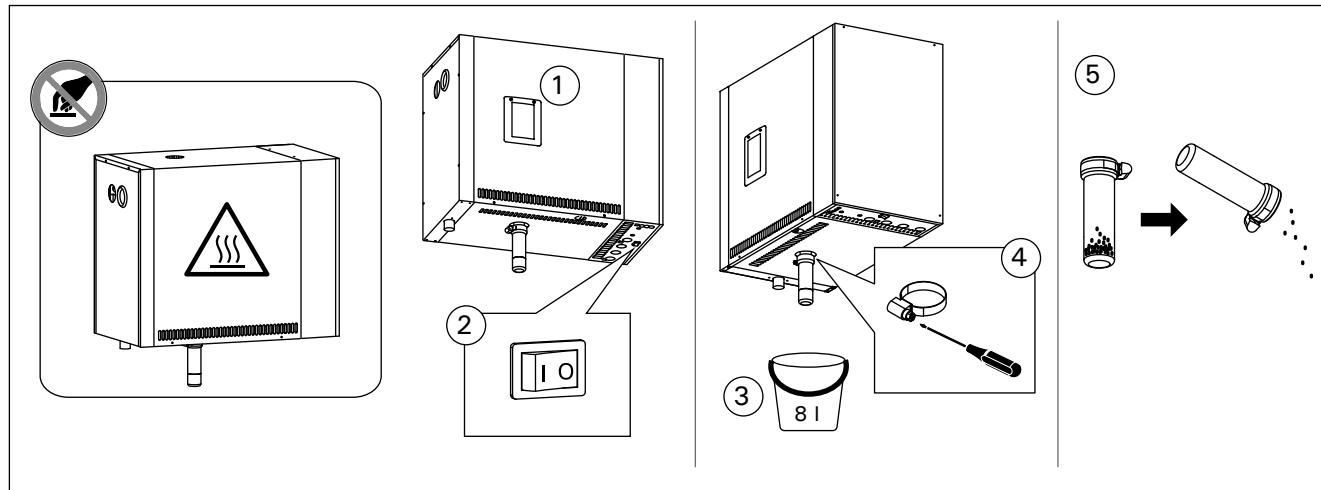

Рисунок 2. Опорожнение отстойника
- Приведите сетевой выключатель парогенератора в положение ВЫКЛ. (рисунок 2).
- Выключите парогенератор при помощи главного выключателя, находящегося под парогенератором (см. рисунок 2).